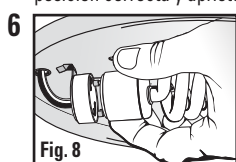

Fig. 8
- 6**  Votre luminaire utilise une (1) **ampoule fluorescente à lumière mixte et à base GU24 de 23 watts**. Saisissez l'ampoule par sa base en plastique, et alignez les broches de l'ampoule avec les trous dans la douille (**Fig. 8**). Faites-la tourner d'environ 1/4 de tour dans le sens des aiguilles d'une montre jusqu'à ce que la base de la lampe soit solidement en place dans la douille.
Este accesorio para iluminación utiliza una (1) bombilla fluorescente autoequilibrada GU24 de 23 W. Agarre la bombilla por la base de plástico y alinee las espigas de la bombilla con las aberturas del portalámpara (Fig. 8). Gire la bombilla en el sentido de las agujas del reloj aproximadamente 1/4 de vuelta hasta que la base de la bombilla esté firmemente sujeta en el portalámpara.